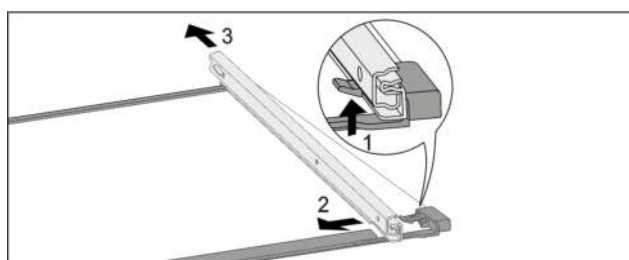

Fig. 164 Glasplatte mit Schienen
- Vordere Rasthaken nach oben drücken. Fig. 164 (1)
- Auszugsschiene zur Seite Fig. 164 (2) und nach hinten Fig. 164 (3) wegschieben.